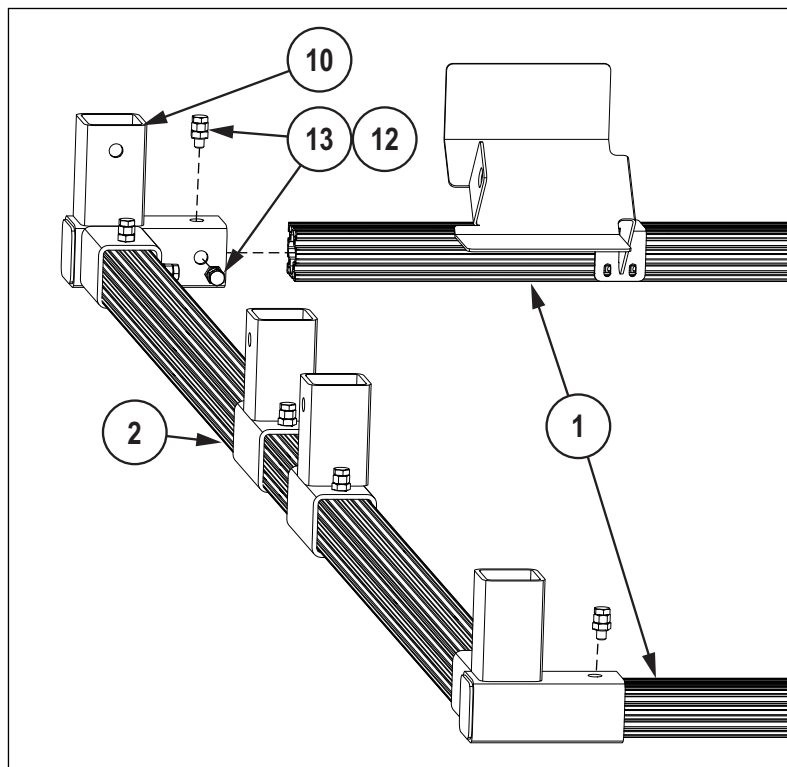

Abbildung 3-6. Montage der Seitenrahmen an den Dreivege-Verbindern
3. Eine lange Stange wie in Abbildung 3-6 gezeigt mit jedem Dreivege-Verbinder (Pos. 10) verbinden.